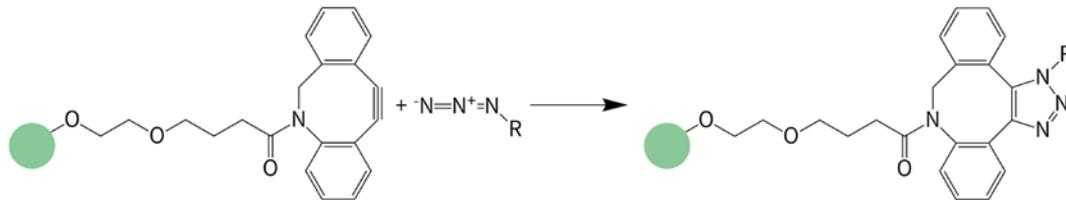

图1. 碧云天BeyoMag™ DBCO Magnetic Beads (DBCO磁珠) (ST433)与Azide-tagged生物分子发生点击反应示意图。
- BeyoMag™ DBCO Magnetic Beads (DBCO磁珠)与Azide-tagged蛋白、抗体、核酸等生物分子发生点击反应的基本原理如下。DBCO磁珠在温和的缓冲体系中与Azide-tagged生物分子自发地进行反应, 形成稳定的三唑环。反应结束后, 洗涤磁珠去除未反应的Azide-tagged生物分子, 即可用于蛋白、抗体或其他生物分子之间的相互作用的研究。本产品与Azide-tagged生物分子发生点击反应流程参考图1。